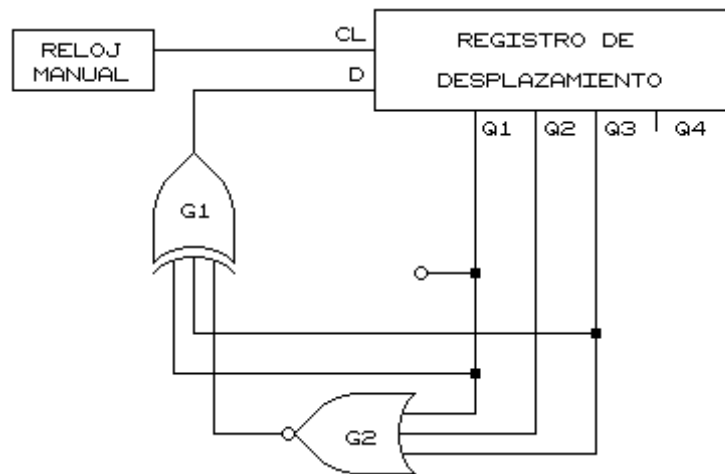

Figura 4.2
1. Arme el circuito de la figura 4.2 (Unidad COM 6A/1).
2. Verifique las salidas Q_1 , Q_2 y Q_3 del registro de desplazamiento. Si no están todas en "0" lógico, desconecte las entradas a la compuerta OR-EXC y opere el reloj manual una cantidad de veces hasta llevar a cero al registro de desplazamiento. Reconecte las entradas de OR-EXC según la figura 4.2.